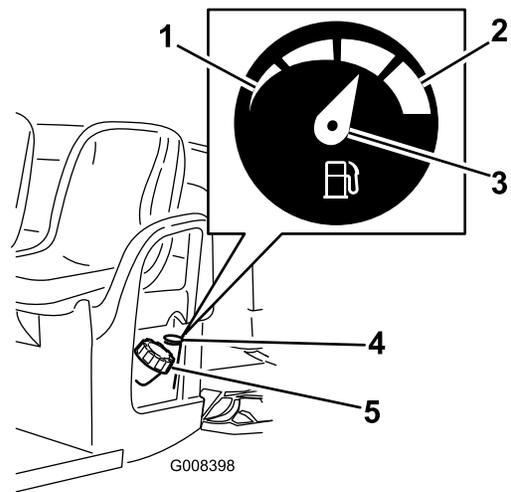

Bild 10
2. Reinigen Sie den Bereich um den Tankdeckel (Bild 10).